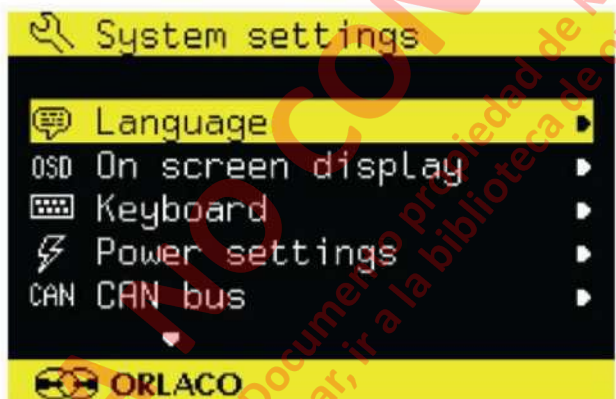

FIGURA 33-22.
2. Navege por la barra resaltada a la fila con el nombre "System settings" utilizando el botón de signo minus y, a continuación, presione el botón ENTER. La pantalla será similar a la figura 33-22.